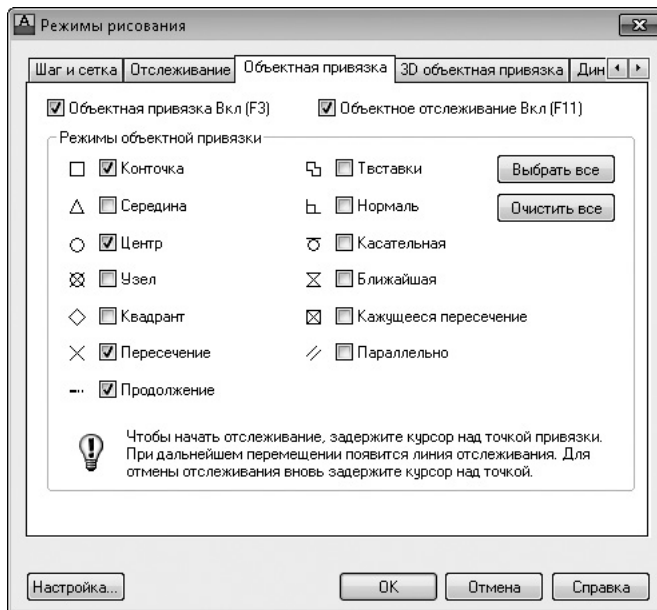

Рис. 2.10. Окно настройки объектной привязки
Чтобы использовать режим объектной привязки максимально эффективно, его желательно настроить в соответствии со своими потребностями. Включить, отключить и настроить объектную привязку можно на соответствующей вкладке диалогового окна **Режимы рисования** (рис. 2.10), которое появляется после выполнения команды **Сервис ▶ Режимы рисования**. На этой вкладке окно можно открыть, выбрав пункт **Настройки** в контекстном меню, которое возникает после щелчка правой кнопкой мыши на кнопке **Объектная привязка**  в строке состояния.
2. Щелкните правой кнопкой мыши на кнопке **Объектная привязка** в строке состояния и выберите в появившемся меню пункт **Настройка**, чтобы вызвать диалоговое окно **Режимы рисования** (см. рис. 2.10). Проследите за тем, чтобы был установлен флажок **Конточка** и снят флажок **Середина**.
Чтобы включить режим отслеживания объектной привязки, необходимо нажать кнопки **Объектная привязка** и **Объектное отслеживание** в строке состояния. Настройка отслеживания объектной привязки выполняется в диалоговом окне **Режимы рисования** (см. рис. 2.10).